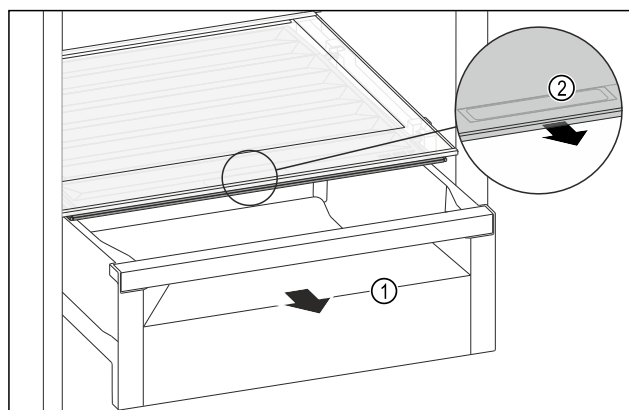

Fig. 63
- Zásuvku Fig. 63 (1) vytáhněte.
- Uchopte prohlubeň pro rukojeť Fig. 63 (2) na víku zásuvky a současně zatáhněte za víko zásuvky směrem dopředu.